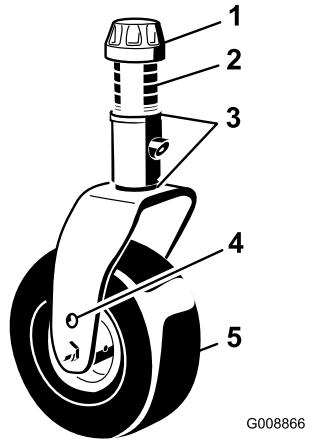

図 28
- キャスタスピンドルシャフト（図 28）からテンショニングキャップを外し、キャスターームからキャスターシャフトを抜き出す。最初についていたように、シャフトにシム（3mm）を 2 枚セットする。適正数のスペーサーシャフトにセットして希望の刈高にする。